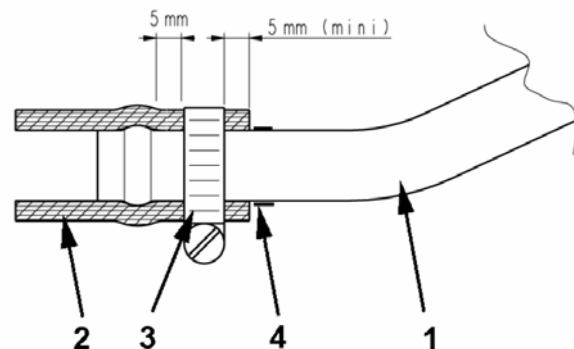

Bild 2 / Fig. 2
4. Den Lufteinlassschlauch mit jeweils einer Schlauchklemme an beiden Seiten anbringen. Siehe Bild 2.
7. An den Schlauchenden eine Rutschmarkierung zur Rutschkontrolle anbringen. Siehe Bild 2.
4. *Reposition the air inlet hose using one clamp at each end. Refer to fig. 2.*